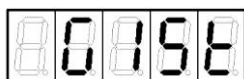

Рисунок 17
3. Нажимать кнопку  или  до появления на индикаторе слова "GIST" (рисунок 17).